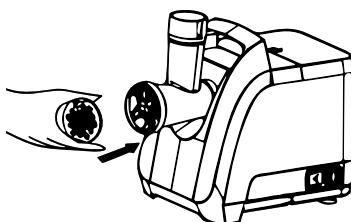

рис.6
7.1.4. Поместите необходимый диск в горловину с учетом совпадения пазов на диске и горловине (рис. 6).